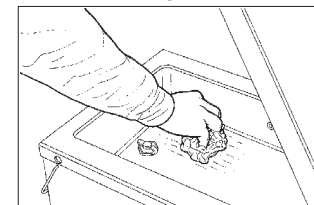

Fig. 5
- Avec un chiffon doux imbibé d'une solution détergente et/ou désinfectante, nettoyer le fond et les surfaces latérales de la chambre à vide (Fig. 5); une fois le nettoyage terminé, pour le remontage suivre l'ordre inverse.